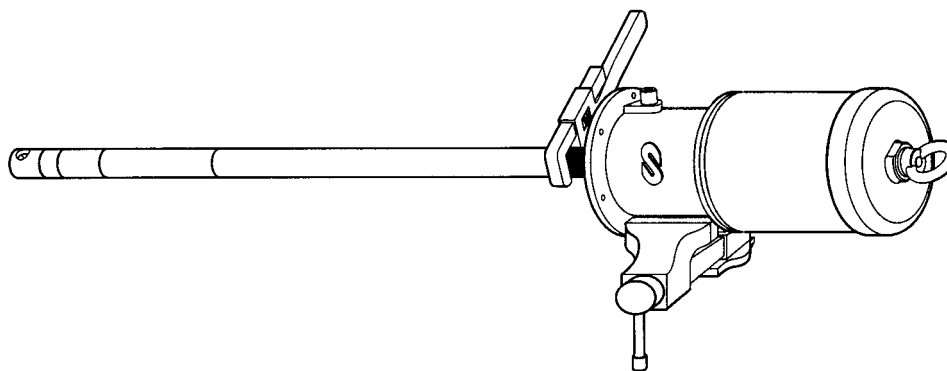

Fig. 5
1. Attach the pump to a vice in horizontal position, unthread the suction tube (47) from the pump body (36) (fig. 5) and pull out the tube until the pin (45) gets visible.
1. Fijar la bomba en posición horizontal en una mordaza, desenroscar el tubo de aspiración (47) del cuerpo de la bomba (36) (Fig. 5) y tirar el tubo hacia fuera hasta quedar visible el pasador (45).
1. Placer la pompe à l'horizontale à l'aide d'un établi, desserrer le tube d'aspiration (47) du corps de la pompe (36) (fig. 5) et tirer ce dernier jusqu'à atteindre le goujon (45).